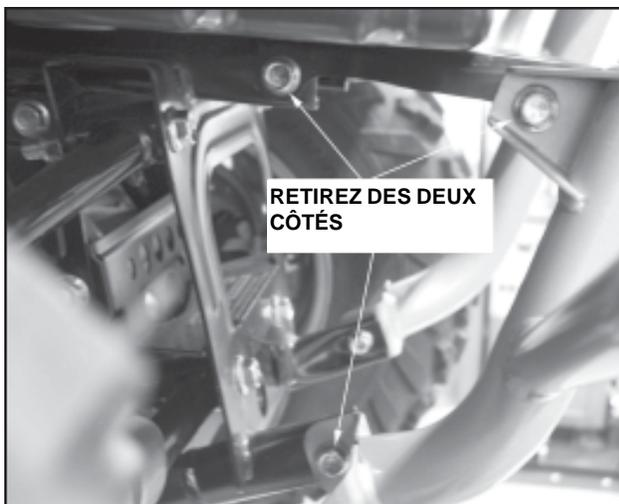

Figure 2
2. Tel qu'illustré à la **figure 2**, retirez les deux boulons supérieurs et un boulon inférieur du cadre de chaque côté du pare-chocs.